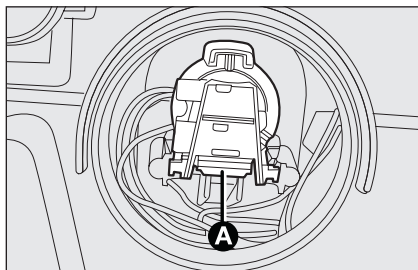

fig. 24
- appuyer sur le dispositif de blocage **A**-fig. 24 et extraire la douille;